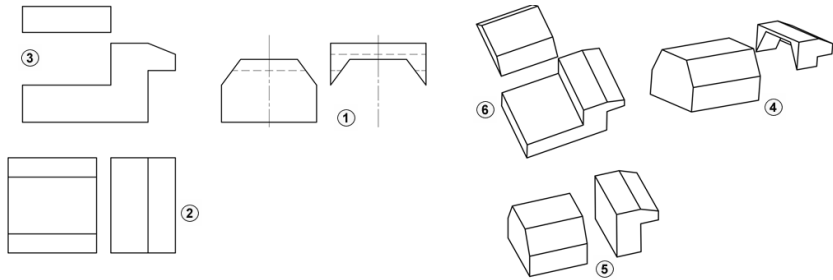

图 3-6 撞块的特征划分
- 1) 用左视图划分为 2 个封闭的线框，如图 3-6 中①所示。
- 2) 用俯视图划分为 2 个封闭的线框，如图 3-6 中②所示。
- 3) 用正视图划分为 2 个封闭的线框，如图 3-6 中③所示。
方法 1) 划分的形体比原来的物体形状还复杂，不可取，如图 3-6 中④所示；方法 2) 划分的形体全是水平线或垂直线，形状特征不明显，也不可取，如图 3-6 中⑤所示；方法 3) 划分的形体更接近原物形状，合理，如图 3-6 中⑥所示。